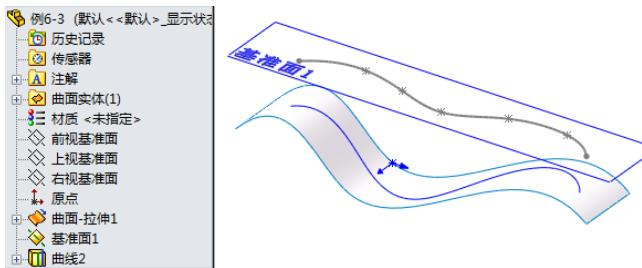

图 6-18 投影曲线及 FeatureManager 设计树
**11** 确认设置。单击属性管理器中的“确定”图标按钮 $\checkmark$ ，生成所需要的投影曲线。投影曲线及其 FeatureManager 设计树如图 6-18 所示。